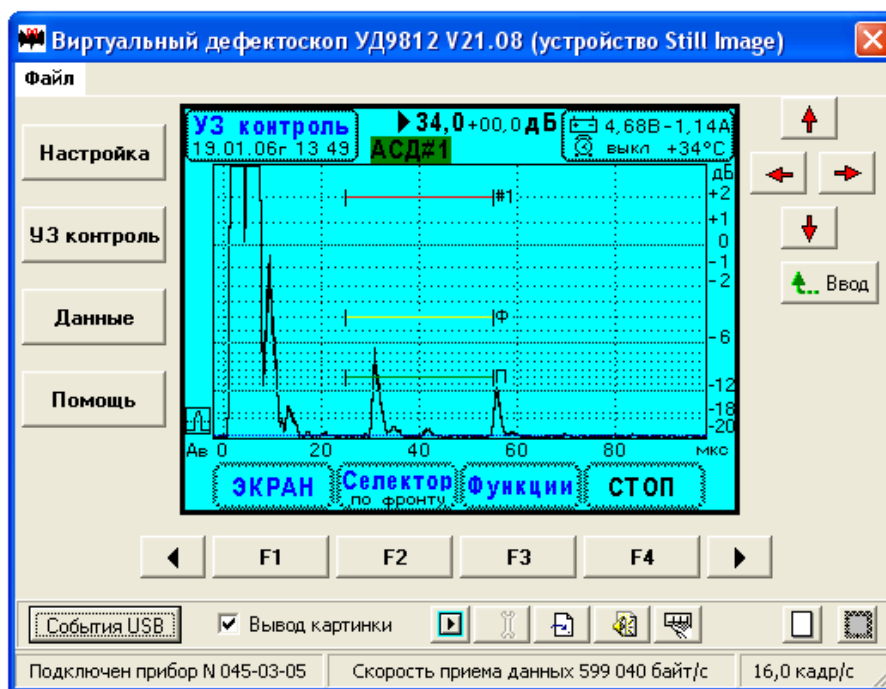

Рис.10.6.19.1. Отображение экрана дефектоскопа на мониторе ЭВМ.
4. **Проверка связи прибора с ЭВМ.** Соедините прибор с персональным компьютером с помощью кабеля USB. Включите прибор. Включите компьютер. После загрузки компьютера запустите программу чтения экрана дефектоскопа UD9812_USB_Scan_DX.exe, которая поставляется в комплекте с прибором. Если необходимо установите драйвер USB. Следуйте рекомендациям по установке программ. При правильной работе программного обеспечения на экран монитора выводится окно Рис.10.6.19.1., в котором отображается содержимое экрана УД9812 в реальном времени. Проверьте правильность передачи информации.